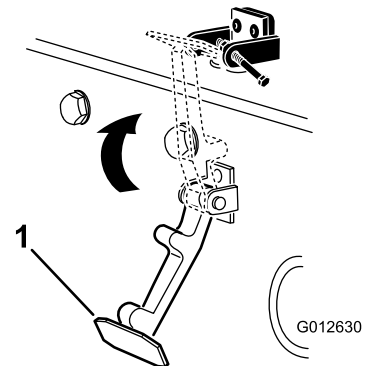

Bild 7
7. Haken Sie den Riegel in die Halterung des Motorhaubenriegels ein (**Bild 7**).